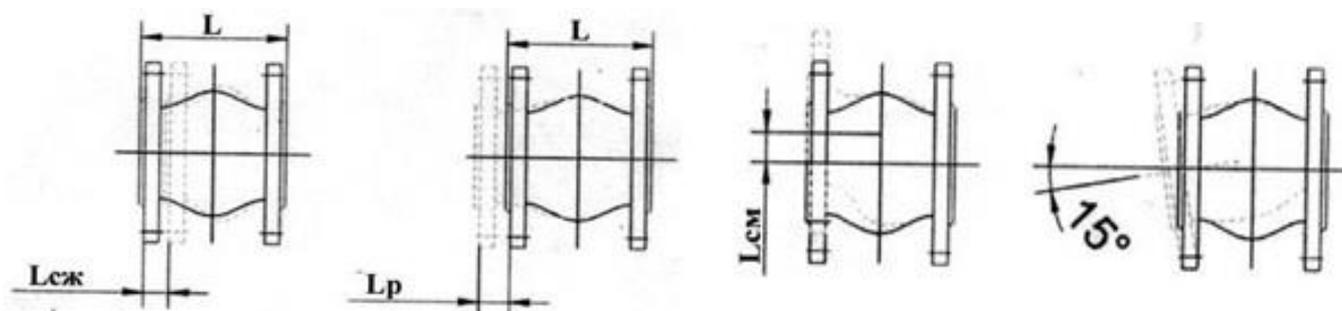

РИС. 2
3.3. Значения максимально допустимых деформаций компенсаторов приведено в табл. 2 и на рис. 2.